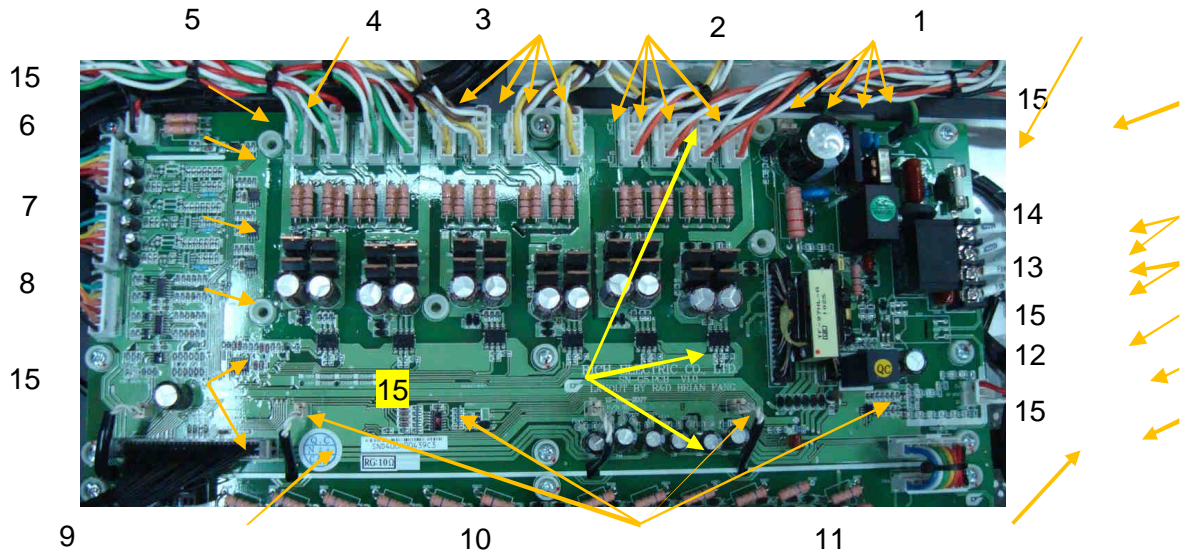

Рис. 7.15.
7.10.1. Установить плату драйверов на ее посадочное место и закрепить винтами (9 шт.) (рис. 7.15).
7.10.2. Подсоединить разъемы жгутов к разъемам платы драйверов, присоединить провода питания ~220 В и вентиляторов, соответственно, к клеммам «AC220V» и «FAN» колодки ТВ1. Подсоединить жгуты управления модулями IGBT к разъемам на плате драйверов и к разъемам на монтажных платах IGBT модулей (рис. 7.15).